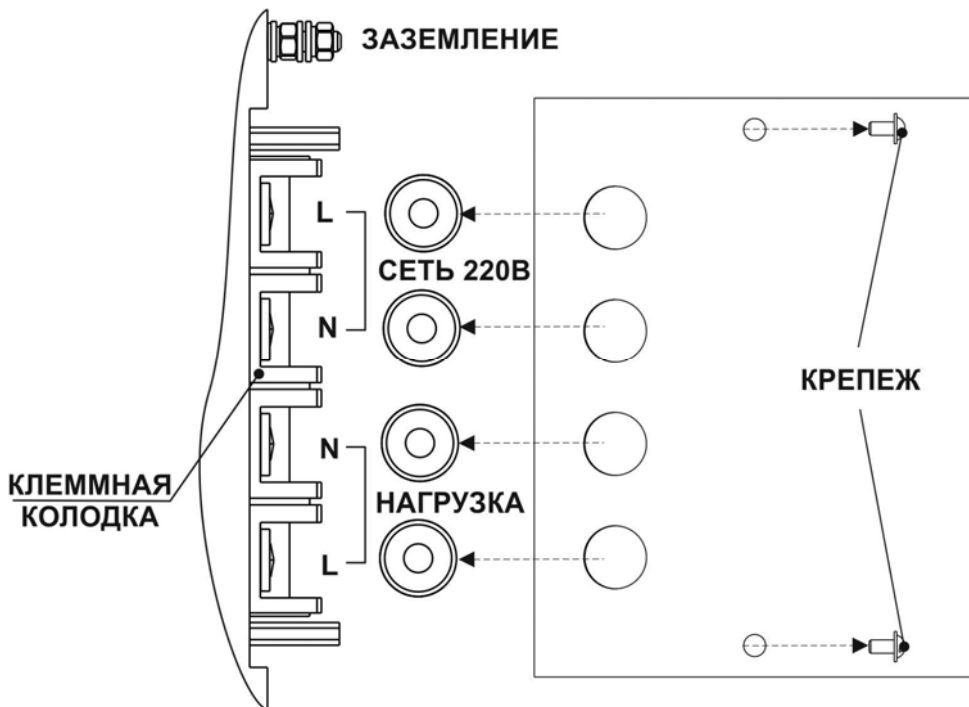

Рисунок 3 – Подключение изделия
- подключить провода нагрузки и сети к клеммной колодке в соответствии с назначением и фазировкой (см. рис. 3);